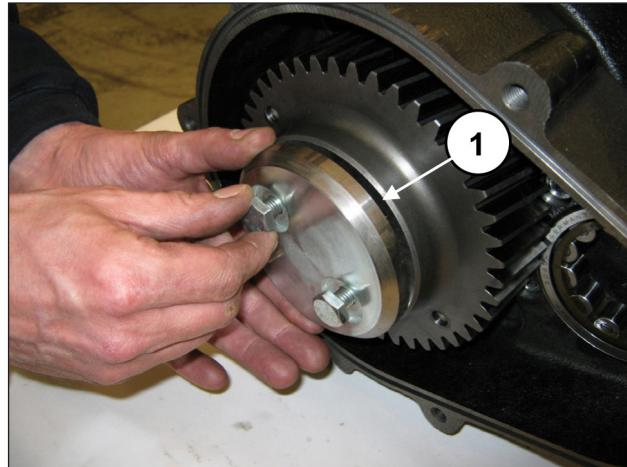

图 78
使用2个M10x25螺丝固定齿轮冠止动器（位置①，图 78）。